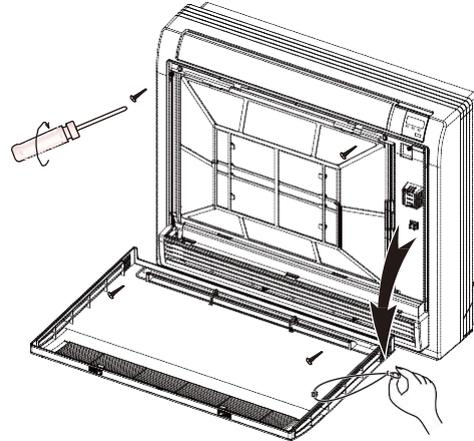

Abb. 50-7
- Entfernen Sie die Schnur. (Siehe Abb. 50-7).
- Lösen Sie die vier Schrauben. (Siehe Abb. 50-7).